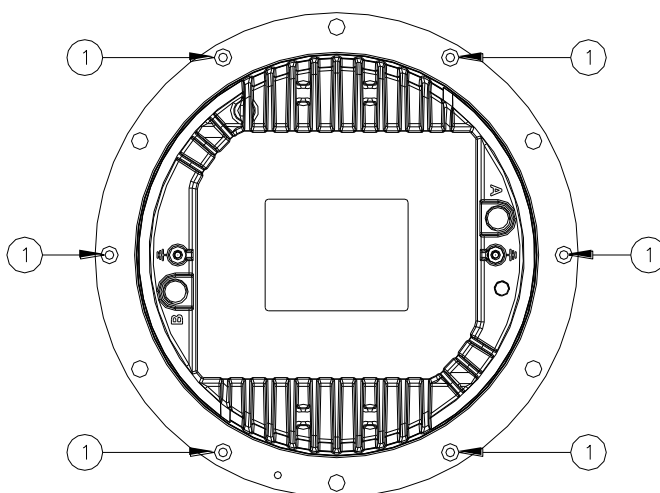

Figura 16 – Viti di fissaggio del coperchio inferiore
- Separare il coperchio inferiore dalla calotta svitando le sei viti di bloccaggio TSP TORX M5x10 (Figura 16- n°1).
- sei viti di bloccaggio TSP TORX M5x10 (Figura 16- n°1);
Verificare il corretto posizionamento delle guarnizioni O-Ring tra calotta e coperchio inferiore (Figura 18 – n°2 e 3); montare il coperchio inferiore nella calotta e chiuderla con le sei viti TSP TORX M5x10 (Figura 16 - n°1). Uno strato di adesivo anaerobico frenafilletti medio (per esempio LOXEAL 24-18) può essere applicato alle viti prima dell'installazione; coppia di serraggio 2,5 Nm.